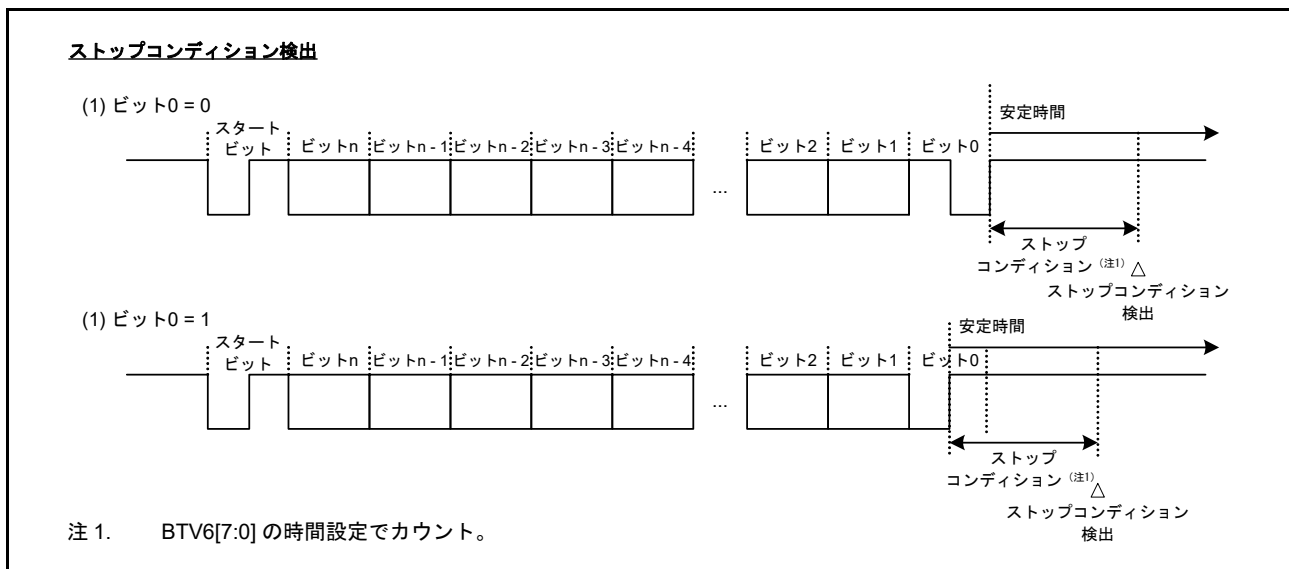

図 28.6 ストップコンディション検出
DRX0 バスが BTV しきい値 6 の期間中 High に固定されている場合、DALI は、ストップコンディションが検出されたと判断し DALI_SDI を出力します (注 1)。DALI0.STR1 レジスタをチェックし、ストップコンディションが別のマスタから出力されたのか、または DALI から送信されたフレームに含まれているのかを判断してください。DALI0.STR1.TENDF ビットが 1 のとき、ストップコンディションは DALI により送信されます。(注 2) DRX0 バスの High レベル期間は最終立ち上がりエッジから測定されるので、測定開始タイミングは最終データビットの論理値により変わります (図 28.6 参照)。
- 注 4. ストップコンディションは DRX0 の立ち上がりエッジから測定されます。最終データビットの論理値が 1 の場合、ストップコンディションは、最終データビット期間内の立ち上がりエッジから開始します。ストップコンディション発生のタイミングは、最終データビットが 0 の場合と比較し、ハーフビット長前になります (図 28.6 参照)。
フレーム間の受信安定時間は、DALI 規格第 2.0 版に定義されています。受信安定時間はミリ秒単位で定義され、ソフトウェアで測定する必要があります。測定には、ストップ検出割り込み (DALI_SDI) および立ち下がりエッジ検出割り込み (DALI_FEI) を使用してください。DALI_SDI をトリガとして使用するには、図 28.6 に示すように、ストップコンディション検出が完了したときに DALI_SDI 出力が起こるので、BTV6 [7:0] に設定された時間を追加してください。